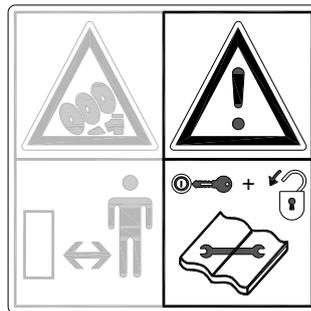
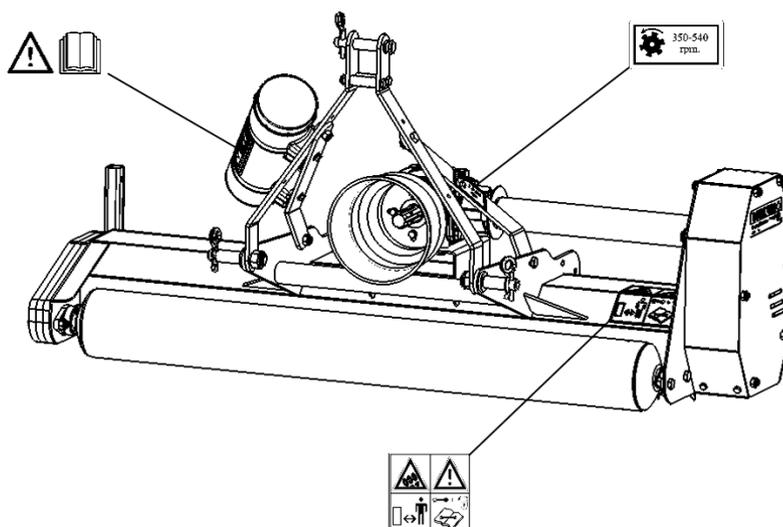

Fig. 3
Fig. 6
En cas d'entretien, de mise en place et de réparation, **toujours couper le moteur et retirer la clef de contact, si celle-ci est présente.** (Fig.3)
Sur un côté du Verti-Cut se trouvent (Fig. 6) des autocollants de sécurité (Fig. 3,4,5) sur le panneau latéral et sur le capot de protection avec une signification concordante. Ces autocollants de sécurité doivent être toujours bien visibles et lisibles et doivent être remplacés lorsqu'ils sont endommagés.
(7) Emplacement des autocollants de sécurité. (Fig. 6)